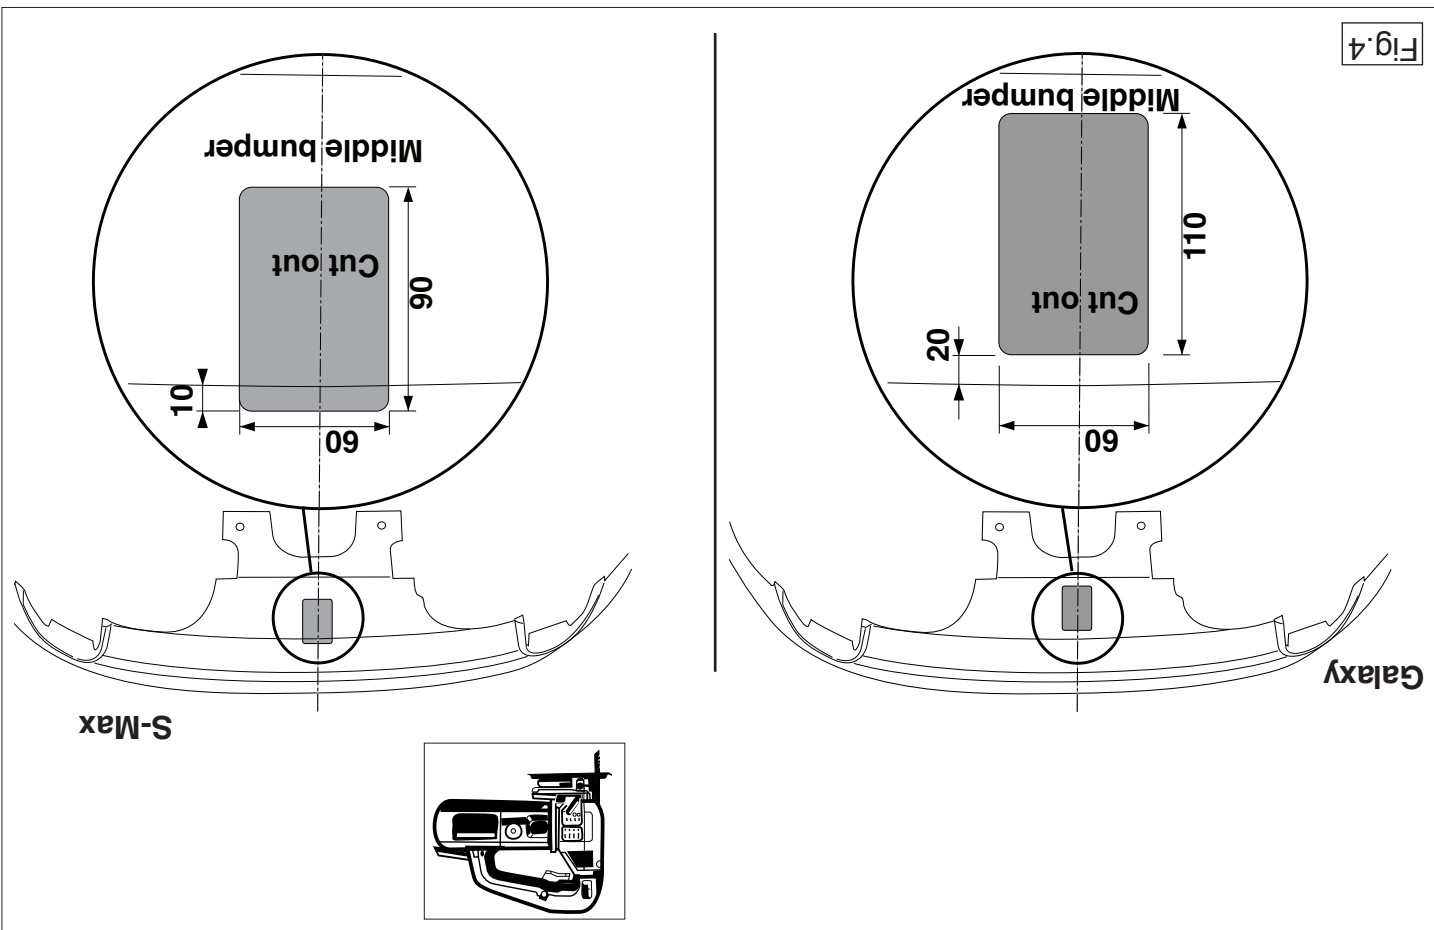

Fig.4
11. Saw a section out of the middle of the underside of the bumper as shown in fig. 4.
11. Auf der Unterseite der Stoßstange einen Teil aus der Mitte gemäß Abbildung 4 ausschneiden.
spondant à la figure 4.